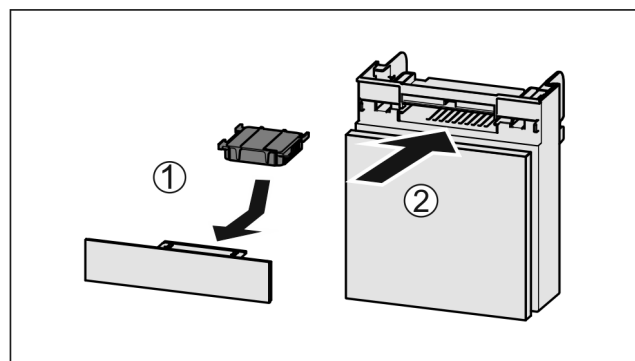

Fig. 66
- Установите фильтр с активированным углем, как показано на рисунке Fig. 66 (1).
- Вставьте отделение Fig. 66 (2).